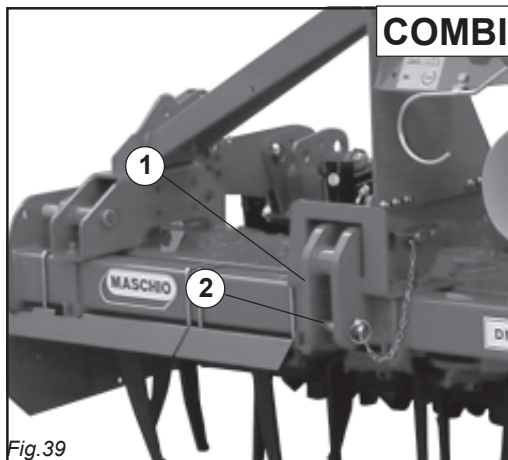
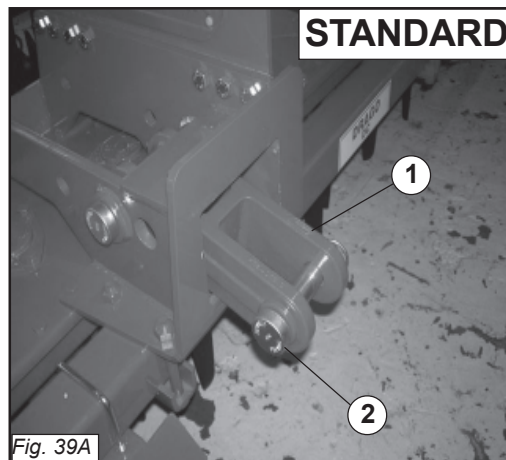

Fig. 39
Fig. 39A
Nelle figure sotto sono rappresentate le bielle di attacco alle parallele del trattore rispettivamente per la versione COMBI (1 Fig.39) e per la versione STANDARD (1 Fig.39A) con i loro perni e copiglie (2). La Ditta Costruttrice, declina ogni respon-
Alle Maschinen lassen sich an jedem Schlepper montieren, der mit einer universellen Dreipunkt-Kupplung versehen ist. Die darunter liegenden Bilder zeigen die Anschlüsse zu Schlepperheber, beziehungsweise fuer COMBI Ausführung (1 Bild 39) und fuer standard Ausführung (1 Bild 39A) komplette mit Bolzen und Splinte
- 1 - Accostare le barre del sollevatore ponendole all'interno delle bielle (1 Fig. 39- 39A), inserire il perno (2 Fig. 39- 39A) nel foro predisposto e bloccare con le copiglie a scatto.